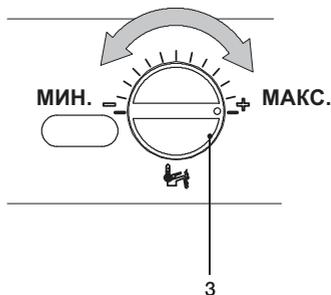

Рисунок 9.11
- Установите регулятор температуры горячего водоснабжения 3 (Рисунок 9.11) на минимальное значение. На ЖК-дисплее P09 будет загораться поочередно с 01.